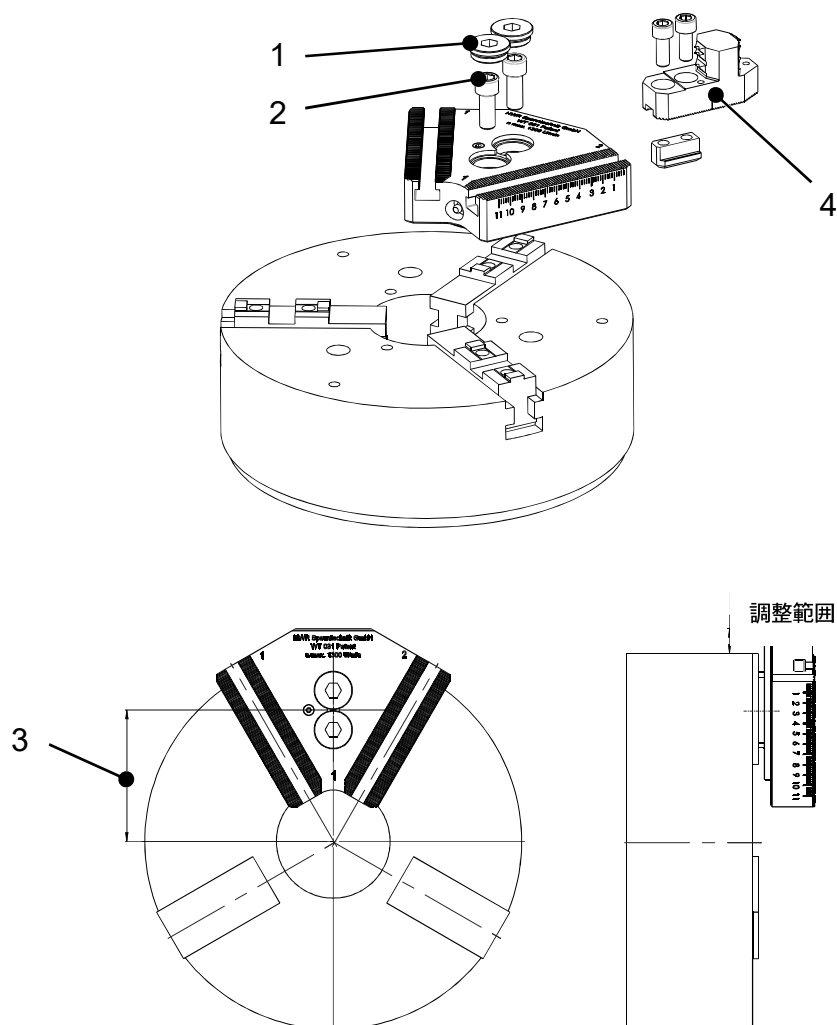

図 3-2: InoZet® 振り子ブリッジの取り付け(「スロットとほぞ」タイプの例)
- 手順 3** プラグネジ(1, 図 3-2) を緩めて取り外し、1つ目の振り子ブリッジを慎重に工作機械のチャックに持っていきます。必要に応じて吊り具を使用します。
- 手順 4** 理想的なクランプ位置 (3, 図 3-2) を見つけるには、チャック専用の「InoZet[®] 用説明書」(出荷時に別紙として添付されています)を参照してください。
- 手順 5** 固定用ボルト(2, 図 3-2) – 強度クラス 12.9を回し入れ、交互に締め付ける。ボルトは出荷時に含まれます。
- 手順 8** Tナットを使って、振り子ブリッジにクランプジョー(4, 図 3-2) を取り付けます。振り子ブリッジの目盛りとクランプジョーの目盛りを参考に調整します。